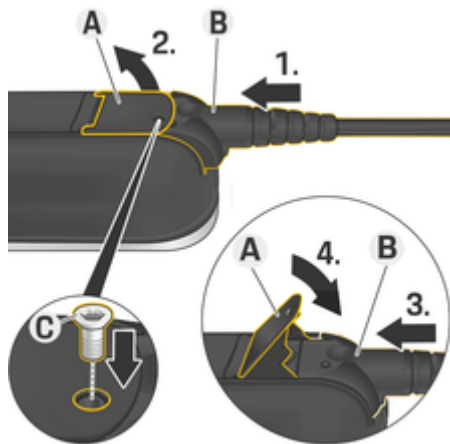

Fig. 60 Asegurar cables y enchufes
- ✓ La palanca **A** (Fig. 60) está cerrada.
- 1. Inserte el enchufe **B** (Fig. 60) en la unidad de control hasta que se sienta por primera vez resistencia.
- 2. Levante la palanca **A** (Fig. 60).
- 3. Empuje el enchufe **B** (Fig. 60) por completo.
- 4. Cerrar la palanca **A** (Fig. 60).
- 5. Asegure el enchufe **B** (Fig. 60) a la unidad de control mediante el tornillo **C** (Fig. 60).